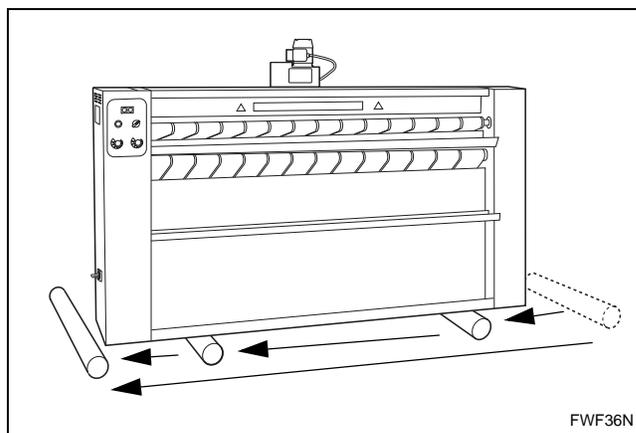

Figura 7
- Role devagar a passadeira para frente de modo que ela saia do primeiro rolo, permaneça no segundo rolo e se mova para o terceiro rolo. Consulte *Figura 7*.